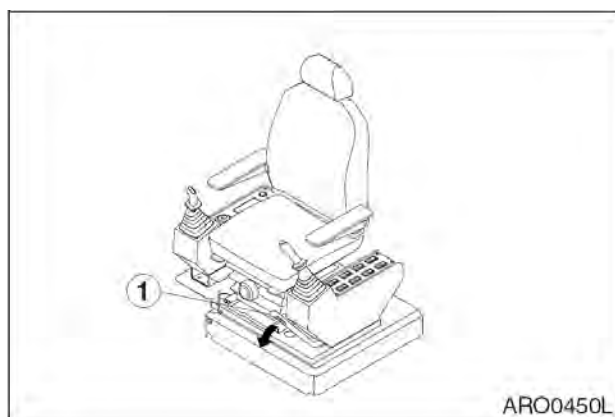

Рис. 19
3. Установить рычаг блокировки в разблокированное положение (1, рис. 19) в положение (**UNLOCK**).